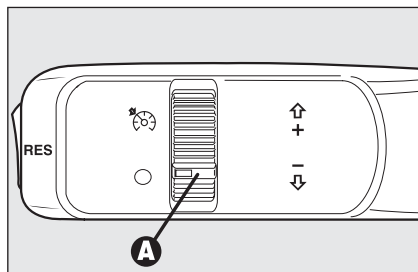

fig. 57
Gire el casquillo **A-fig. 57** a
- ☐ gire el casquillo **A-fig. 57** a y pisando el pedal del acelerador lleve el coche a la velocidad deseada;
- ❑ girando el casquillo **A-fig. 57 a O**;
**En caso de funcionamiento defectuoso o de avería en el dispositivo, gire el casquillo A-fig. 57 a 0 y acuda los Servicios Autorizados Alfa Romeo después de verificar el estado del fusible de protección.**